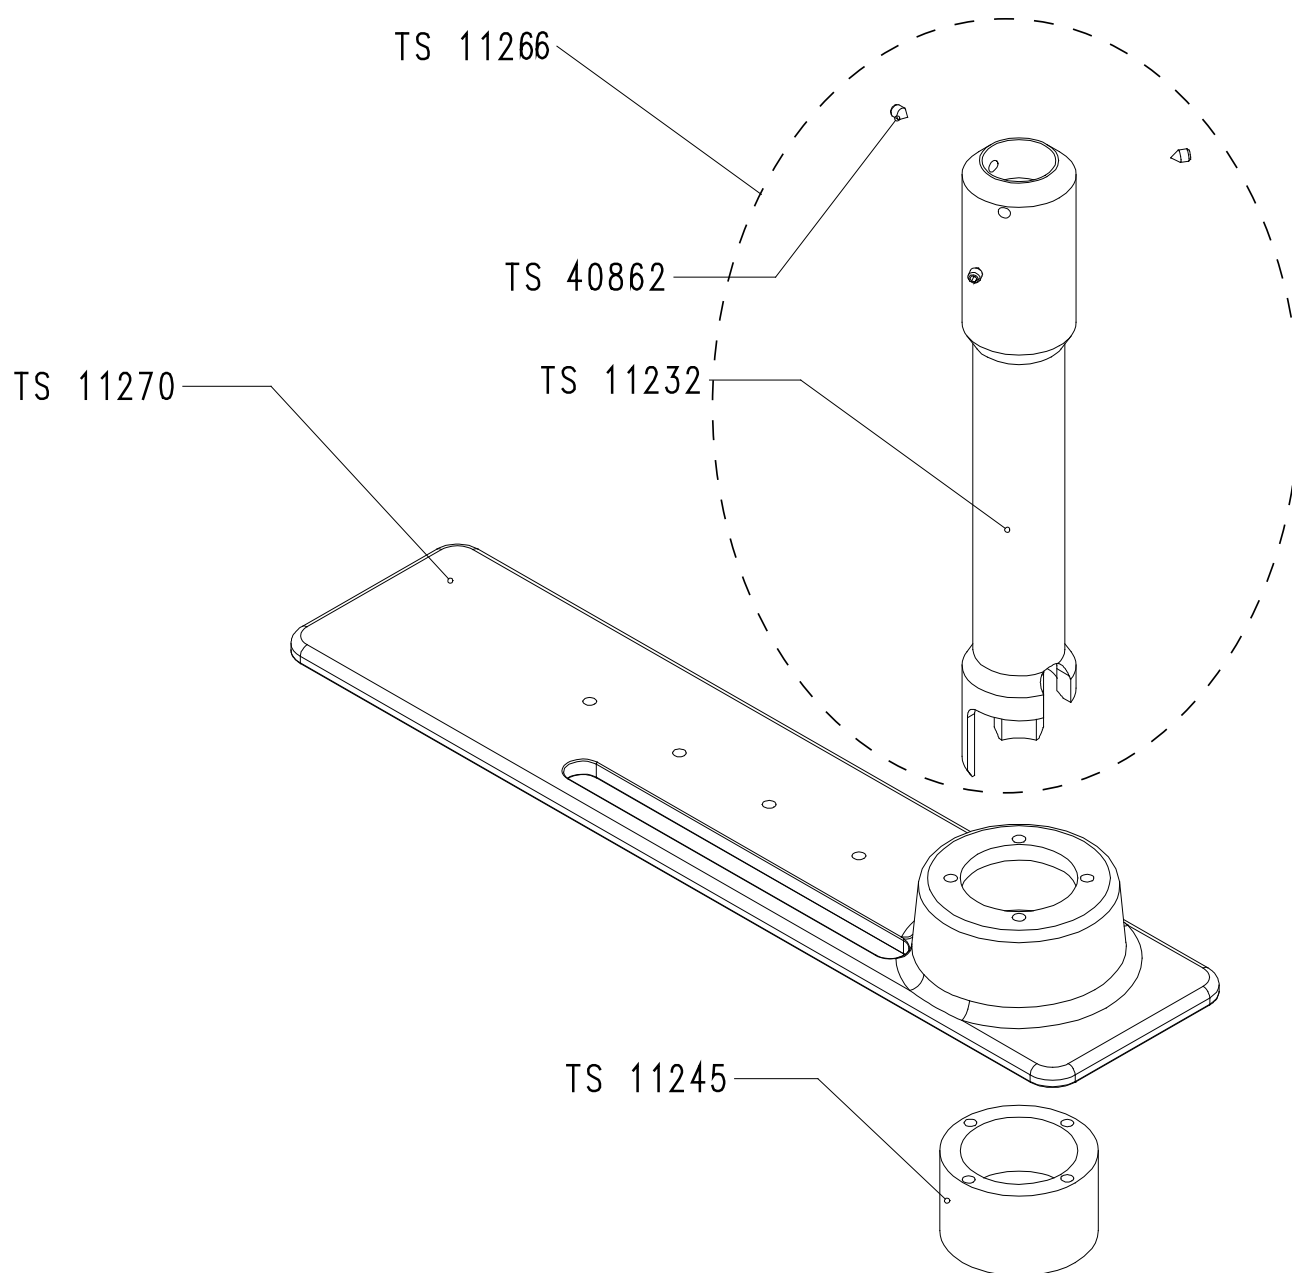

Figure 11-7: plaque de référence, modèle Visc
- Figure 11-7: plaque de référence, modèle Visc.